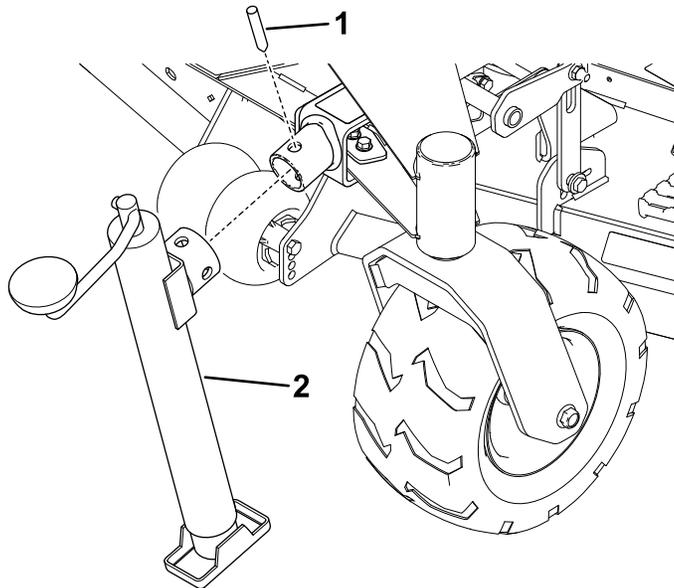

Bild 2
3. Befestigen Sie den Wagenheber mit dem Wagenheberstift an der Wagenheberhalterung (**Bild 2**).